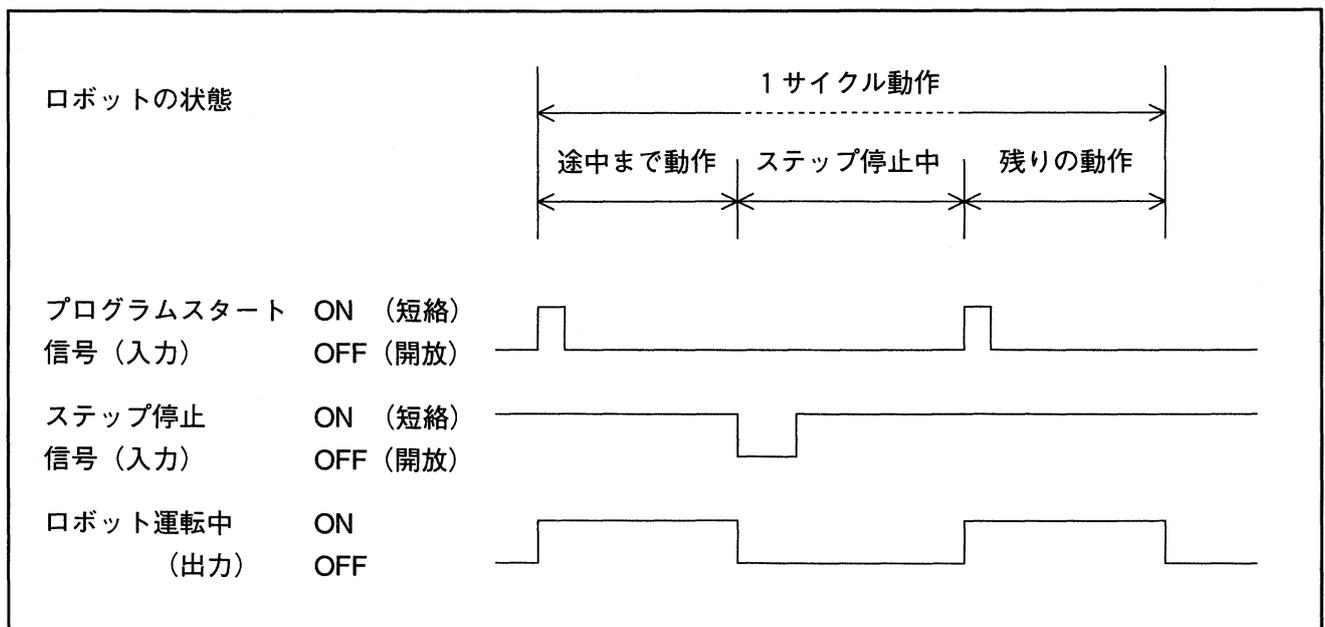

図5-37 ステップ停止信号
(3) 入力条件と動作
- ①この信号がON (短絡) →OFF (開放) されると、ロボットは現在実行中のステップを終了した時点で停止し、ロボット運転中出力をOFFします。しかし自動モード、外部モードは維持されており、プログラムスタート信号の入力でプログラムの続きを実行します。図5-37をご参照ください。
- ②プログラムスタート信号入力時にこの信号をOFF (開放) しておくと、ステップ毎に停止します。
- ③オペレーティングパネルまたはティーチングペンダントによる内部運転の場合は、この信号がON (短絡) →OFF (開放) されたときに限り有効です。
- ④ステップ停止後の再起動方法はP5-31の「3.4.4 プログラムスタート」をご参照ください。